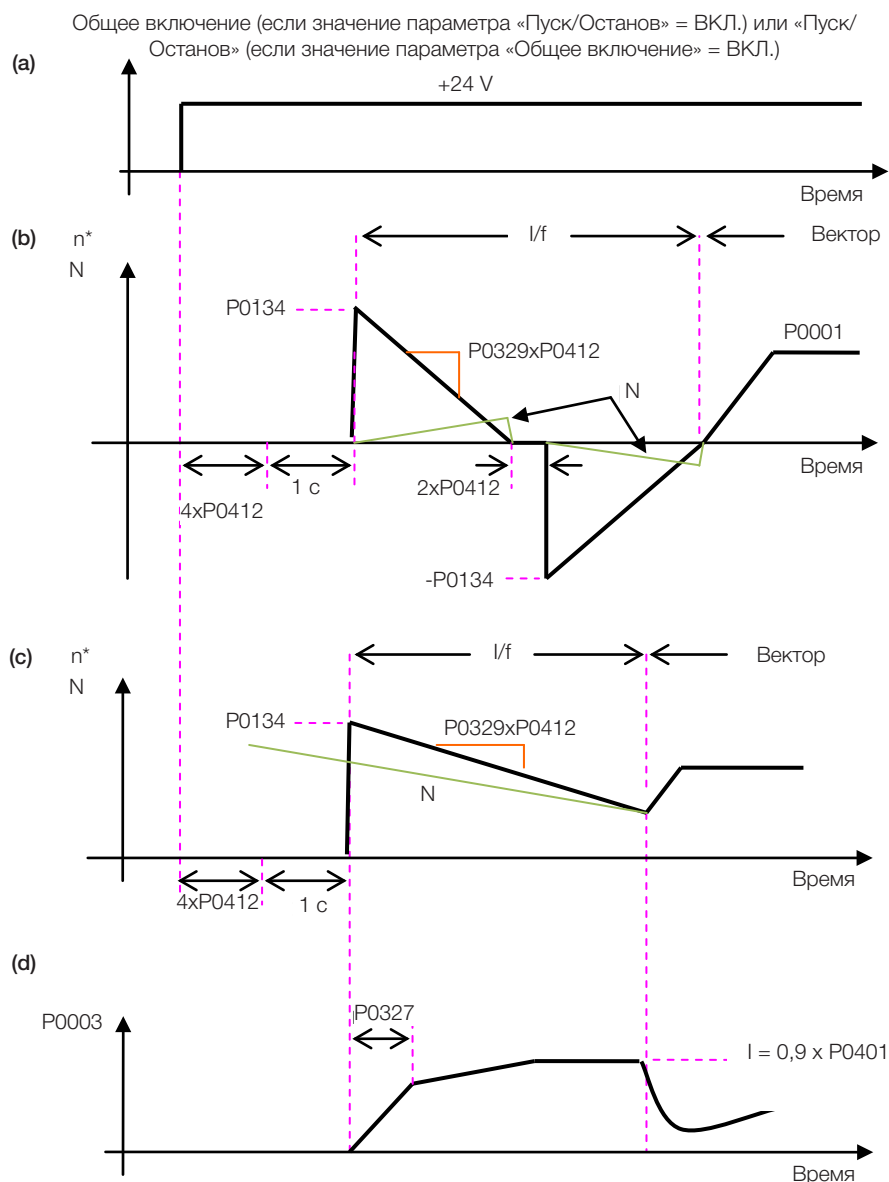

Рисунок 14.3: (a) – (d) Влияние параметров P0327 и P0329 в процессе пуска с хода (P0202 = 4)
Поведение функции Запуск с хода (FS) в режиме без датчиков при ускорении и повторном ускорении можно понять из Рисунок 14.3 на странице 14-10.
На рисунке Рисунок 14.3 на странице 14-10 показана уставка скорости при активировании функции пуска с хода, если вал двигателя уже запущен в нужном направлении или вал остановлен при оптимизированном значении P0329.
На Рисунок 14.3 на странице 14-10 показана уставка скорости, когда функция FS запускается с валом электродвигателя, уже вращающимся в необходимом направлении, или с остановленным валом и уже оптимизированным параметром P0329.